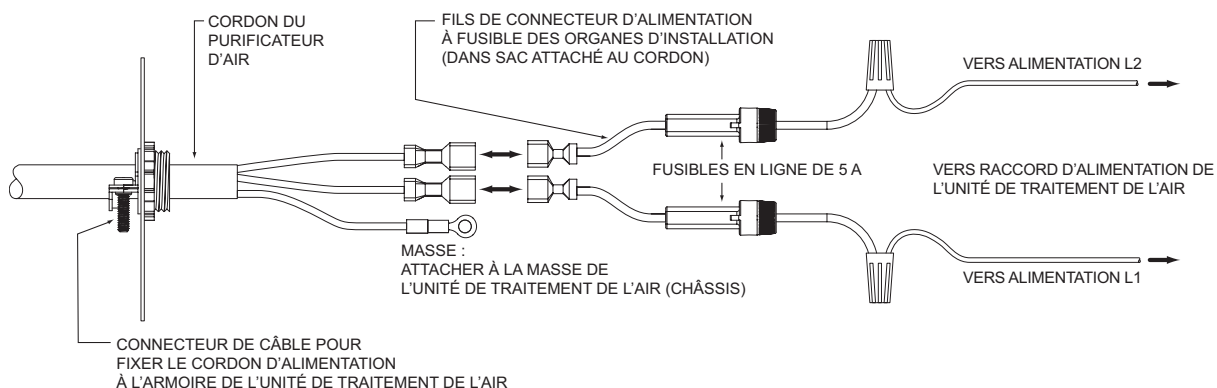

Fig. 13. Masse du châssis de l'unité de traitement de l'air amélioré Honeywell.
- e. Attacher les bornes de connexion rapide aux fils du connecteur d'alimentation à fusible (dans le sac de pièces attaché au cordon) et brancher sur l'alimentation d'arrivée. Les bornes ont une polarité neutre et peuvent être connectées dans l'une ou l'autre polarité. Attacher l'anneau de masse à la masse du châssis de l'unité de traitement de l'air (voir Fig. 13 page 16).